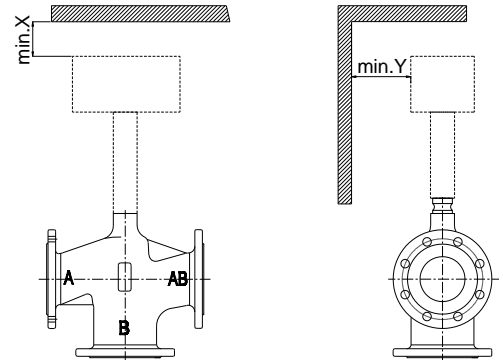

图 2
2. 阀体安装必须预留给执行器足够的拆装空间，顶部和侧边预留参考距离如图 2。